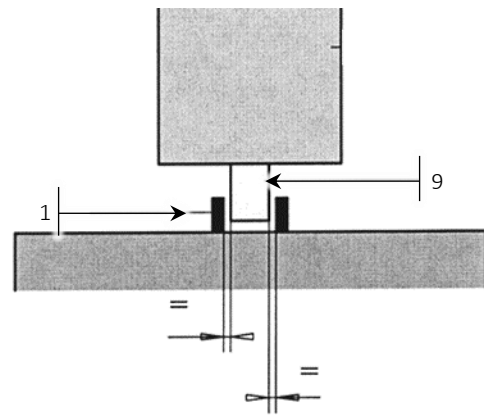

Abb. 6 Mitte X Richtung
- Lösen Sie die Rändelschrauben (2).
- Verschieben Sie die Schnellzentriereinrichtung in X-Richtung, bis der Abstand der beiden Zentrierstifte (1) zur Druckplatte (9) gleich groß ist (siehe Abb. 6).
- Drehen Sie die Rändelschrauben (2) fest.